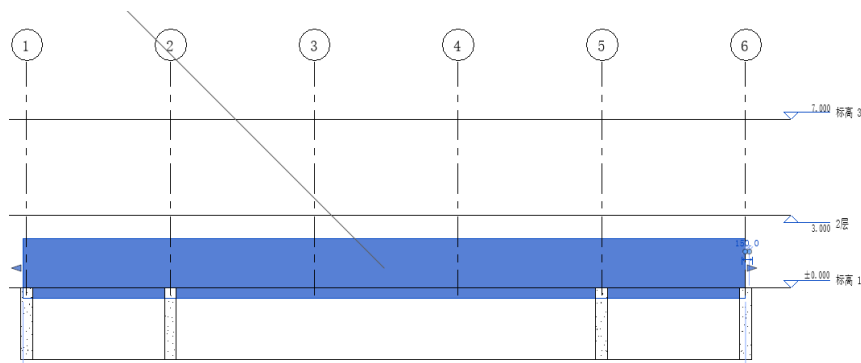

图 11-67 添加拉伸屋顶
(7) 单击“模式”面板中的“完成编辑模式”按钮，完成屋顶拉伸轮廓的绘制。
(8) 将视图切换到西立面图，观察图形，如图 11-67 所示。可以看出屋顶从轴网 6 截面开始绘制。